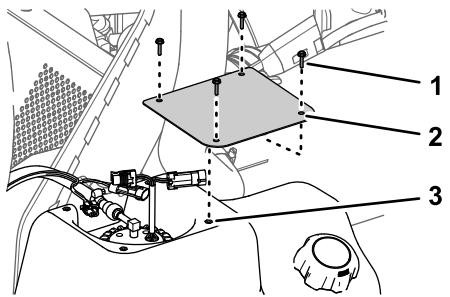

Bild 89
1. Befestigen Sie die Abdeckung mit den vier Schrauben (Nr. 10 x 3/4"), die Sie in Schritt 2 von Entfernen der Abdeckung der Kraftstoffpumpe \(Seite 68\) entfernt haben, am Tank (Bild 89).